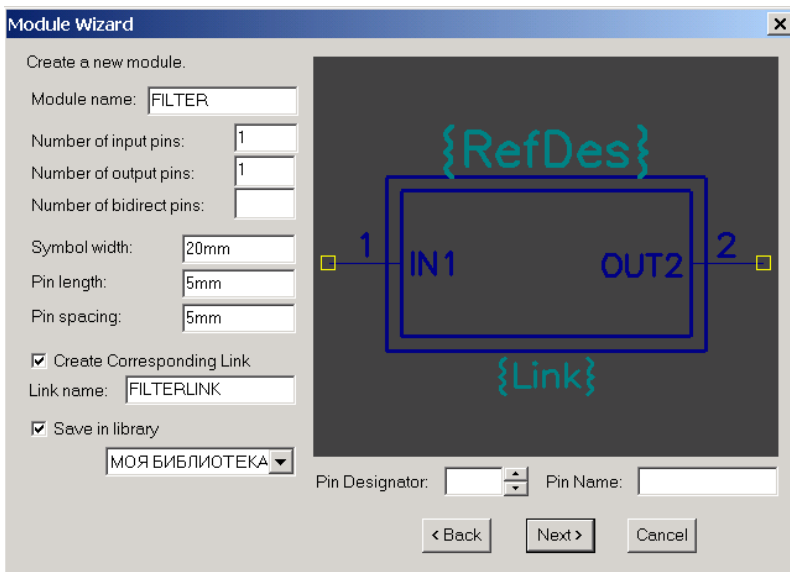

Рис. 3.4. Задание параметров модуля
4. На следующем шаге Мастер предлагает задать параметры модуля (см. рис. 3.4):
5. Установите параметры модуля, как показано на рис. 3.4, и нажмите кнопку **Next**.